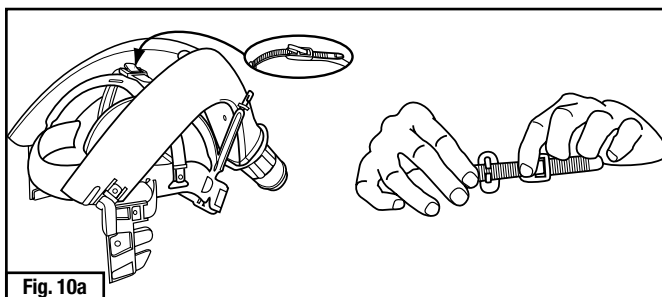

Fig. 10a
- Ajuste el arnés S-950 según sea necesario para lograr un ajuste cómodo (Fig. 10a & 10b). Se encuentra disponible una correa para el mentón (S-958) para comodidad y estabilidad adicionales. Consulte la sección de *Partes de repuesto y accesorios* de estas *Instrucciones* para obtener información adicional.